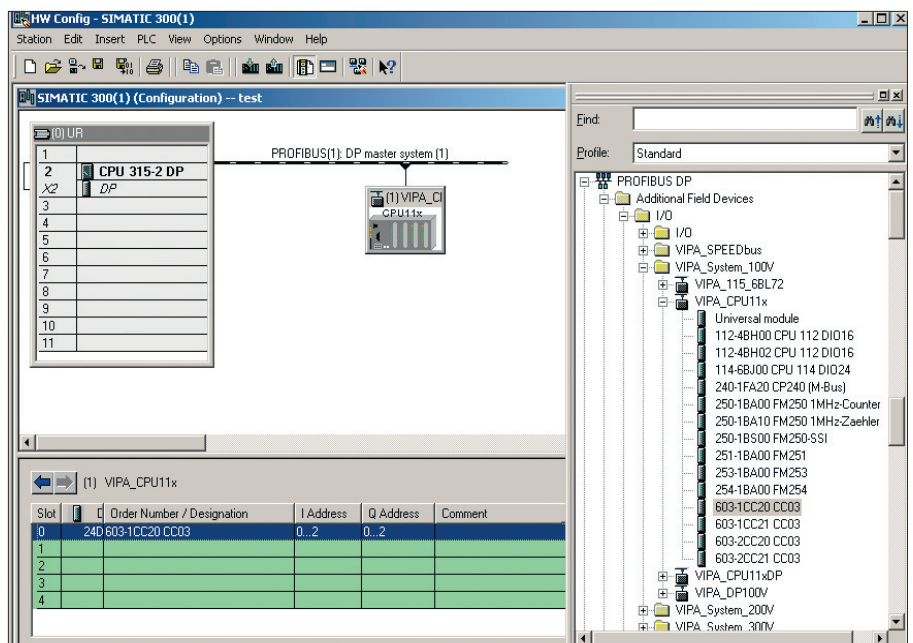

Рис. 3. Конфигурация компактной системы управления CC03
- В библиотеке **Hardware Catalog** выберите папку **PROFIBUS-DP → Additional Field Devices → I/O → VIPA** (рис. 3).
- Переместите мышью объект **VIPA_CPU11x** к линии сети PROFIBUS. В появившемся диалоговом окне **Properties PROFIBUS interface** выберите адрес **DP address**, равный 1, и нажмите **OK**. Теперь виртуальный ведомый DP-модуль соединен с PROFIBUS (рис. 3).
- В библиотеке **Hardware Catalog** откройте папку объекта **VIPA_CPU11x** и выберите из списка модуль **603-1CC20**. После двойного щелчка мыши модуль появится в слоте 0 (рис. 3). Кроме того, существует возможность добавления еще 4 модулей расширения системы 100V и 200V.